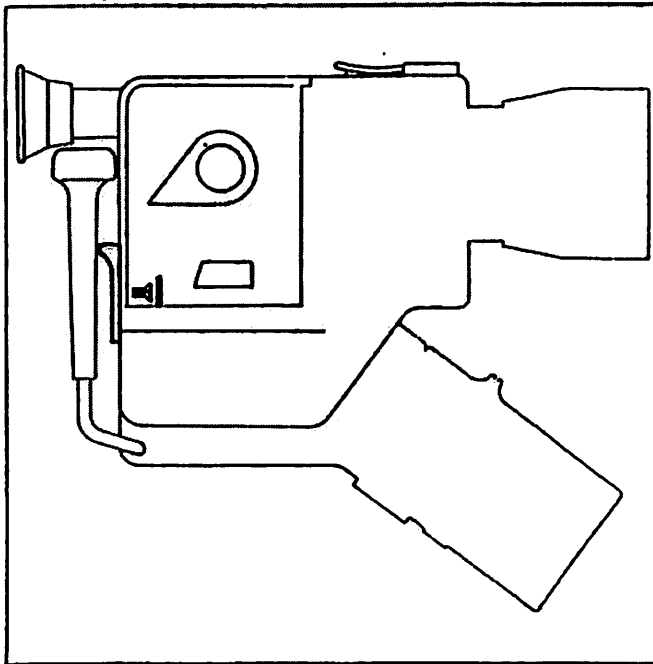

Abb.11
- Riegelknopf durch Lösen der Senkschraube vom Kassettenraum aus entfernen (Abb. 11)